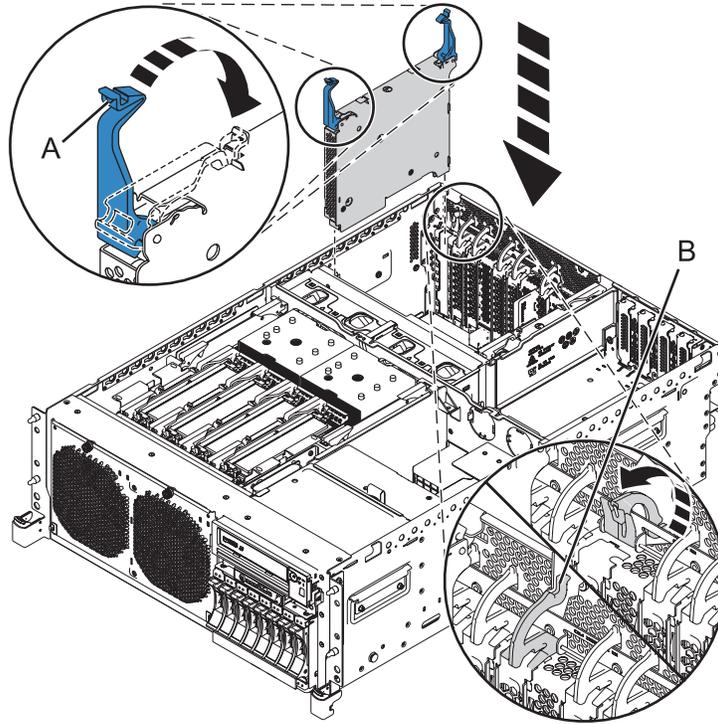
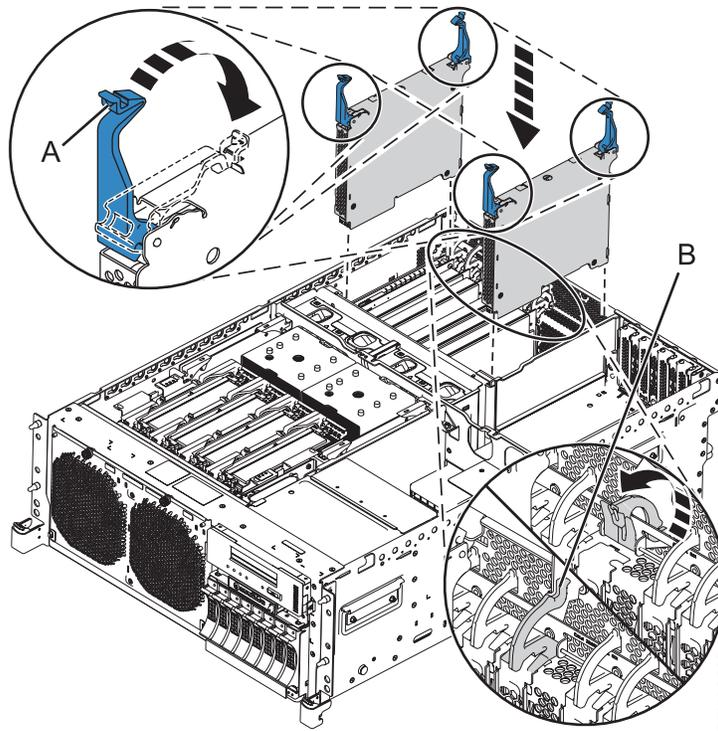

Figure 3. Installation de l'adaptateur GX sur un système 02E/4B ou 05F/6B monté en armoire
Figure 4. Installation de l'adaptateur GX (code dispositif EJ03) sur un système 02E/4C, 02E/4D, 05E/6C ou 05E/6D monté en armoire
11. Faites pivoter les taquets (**A**) en position verrouillée, comme illustré dans la figure 3, à la page 5 et la figure 4, à la page 5.